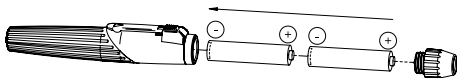

Abb. 3
Zur Inbetriebnahme schrauben Sie das Kopfstück (3) vom Handgriff (1) ab und setzen zwei Alkali-Batterien (Größe LR03/AAA/1,5V) (Abb. 3) ein. Schrauben Sie dann das Kopfstück wieder auf.
Schrauben Sie das Kopfstück (3) ab und schütteln Sie die Batterien heraus. Legen Sie neue Batterien mit dem Pluskontakt zum Griffkopf zeigend ein (Abb. 3). Schrauben Sie dann das Kopfstück wieder auf.